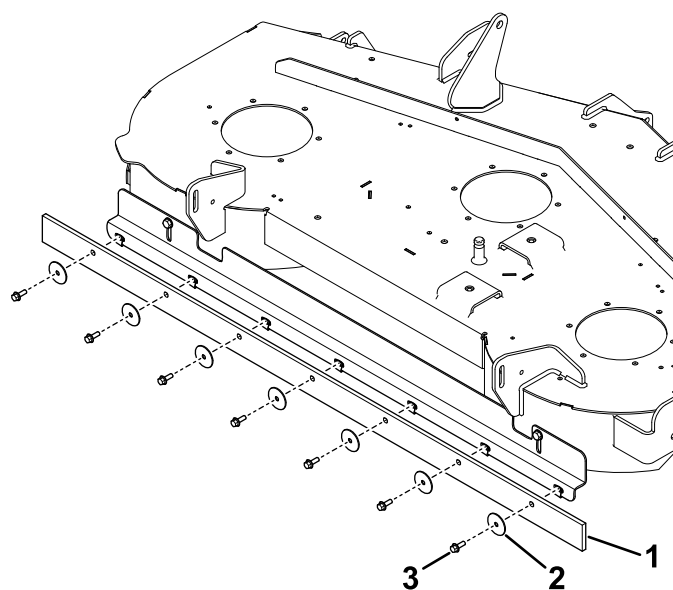

Рисунок 5
7. Установите щетку на кронштейн с помощью 7 болтов ($\frac{1}{4} \times \frac{3}{4}$ дюйма) и 7 шайб (Рисунок 5).